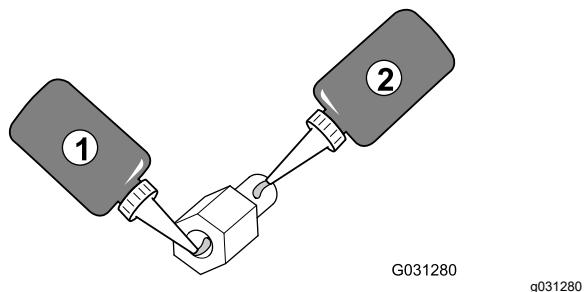

Рисунок 131
2. Нанесите слой стопорящего состава для резьбы (с умеренно высокой степенью фиксации) на резьбу гайки переходника (Рисунок 131).
4. Нанесите слой стопорящего состава (с умеренно высокой степенью фиксации) на резьбу стержневой части переходника (Рисунок 131).